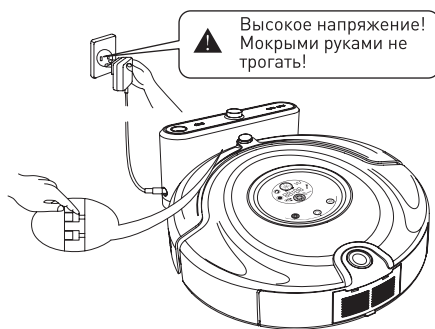

Рис. 3
3. Убедитесь в наличии контакта. Подтверждением этому будет мигающий синий индикатор, расположенный на базе (см. рис. 3).